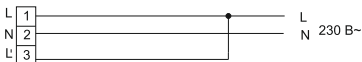

Рисунок 3
- присоединить подготовленные концы сетевого кабеля к винтовым зажимам клеммной колодки, согласно маркировке (рисунок 3):
2) фазный некоммутированный проводник сети – подключить к контактному зажиму (L);
3) нейтральный проводник сети – подключить к синему зажиму (N);